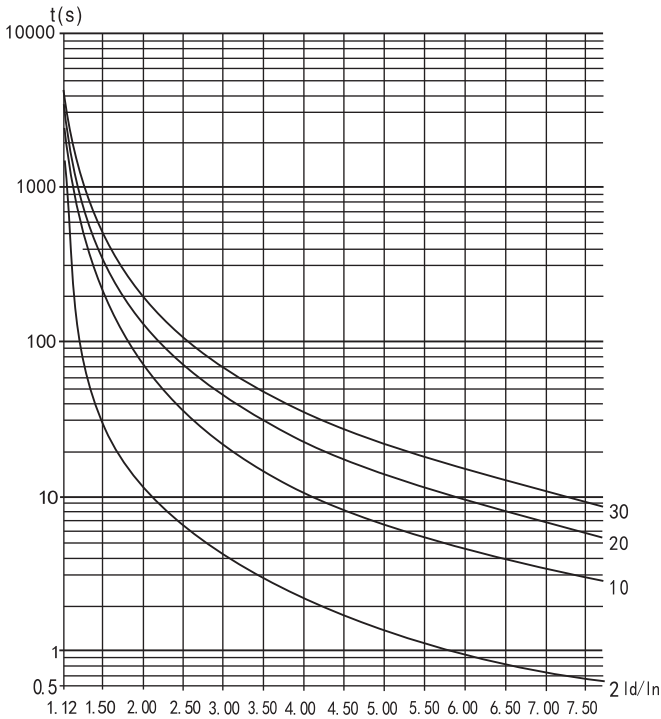

图5-1
- 运行过载保护时间：以代码F6最大工作电流为基准作为反时限热保护,脱扣保护时间曲线(如图5-1)
- 轻载、标准、重载三个保护级别具备完全的保护功能，区别在于电动机超载热保护时间曲线不同。其电动机热保护时间参数见表5-1和图5-1。